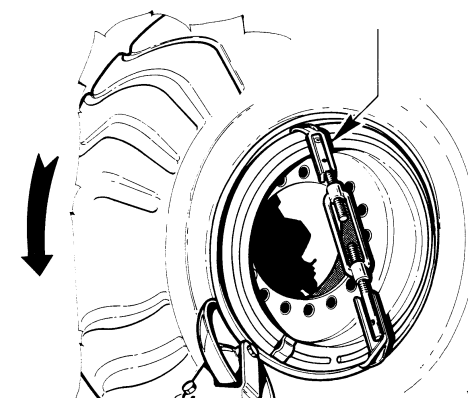

Рис.39
2. Установите инструмент вблизи края диска (Рис.39). Когда замковое кольцо прижато к борту шины, (на шинах тракторов и дорожно-строительной техники) для отжима борта от шины, требуется применять соответствующий зажим #4007611 (опция).